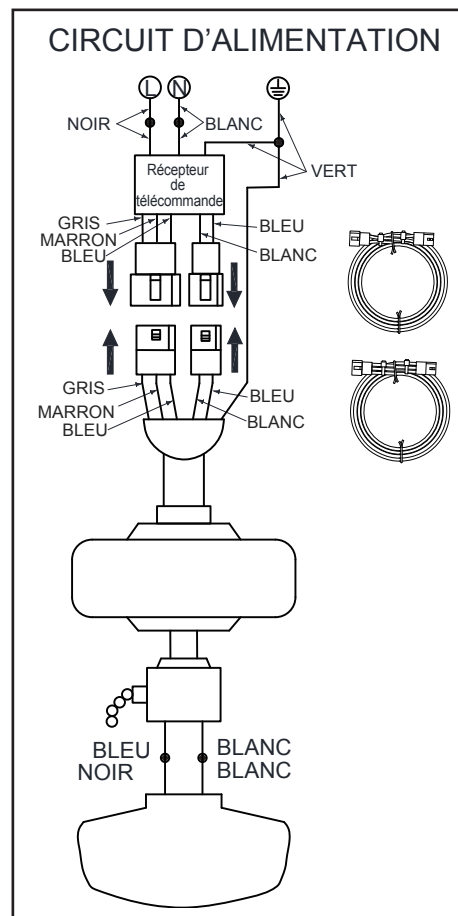

Figure 15
1. En cas d'utilisation de la boule de suspension de 15,24 cm fournie, câblez le récepteur sur les fils du ventilateur en raccordant ensemble la fiche d'adaptation moulée du récepteur et l'adaptateur moulé du moteur du ventilateur. (Figure 15)